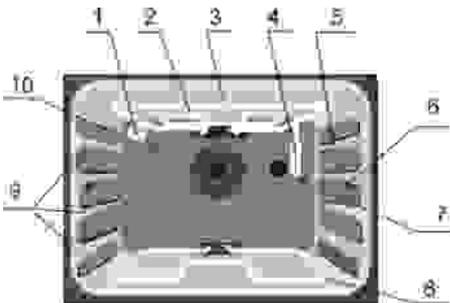

Рисунок 5.4 - Жарочный шкаф
5.5.2 Нагрев рабочего пространства жарочного шкафа осуществляют два ТЭН, один из которых, мощностью 0,8 кВт (поз.3, рис.5.4), расположен в верхней части шкафа, второй, мощностью 1,2 кВт, под днищем шкафа (поз.8, рис.5.4).
5.5.3 В верхней части жарочного шкафа расположен гриль (поз.2, рис.5.4) мощностью 1,5 кВт (см. комплектацию).
5.5.4 Внутри жарочного шкафа на задней стенке смонтированы датчик терморегулятора жарочного шкафа (поз.4, рис.5.4) и лампа освещения рабочего пространства жарочного шкафа (поз.1, рис.5.4).